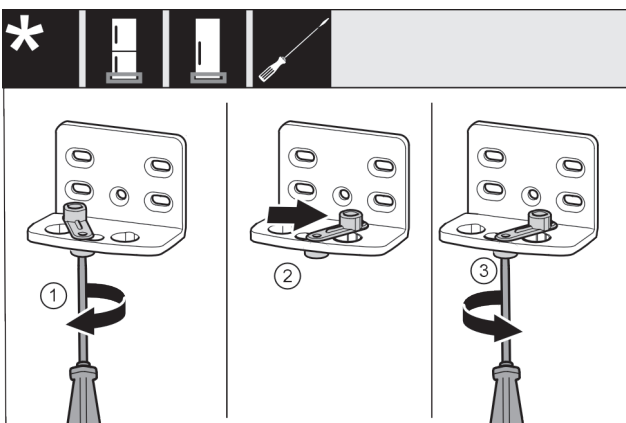

Fig. 19
- Vijake Fig. 19 (1) rahlo privijte z izvijačem.
- Privzdignite pripomoček za zapiranje vrat Fig. 19 (2) in ga v luknji zavrtite za 90° v desno.
- Zategnite vijak Fig. 19 (3) z izvijačem.